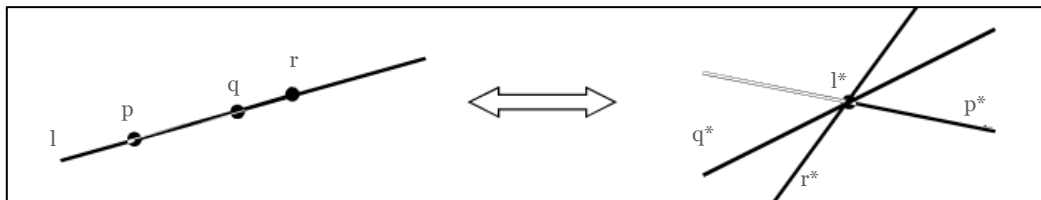

Figura 12.9. Transformación dual de tres puntos alineados
- » Si tres puntos  $p$ ,  $q$  y  $r$  están alineados, entonces las rectas duales  $p^*$ ,  $q^*$  y  $r^*$  son coincidentes (figura 12.9).